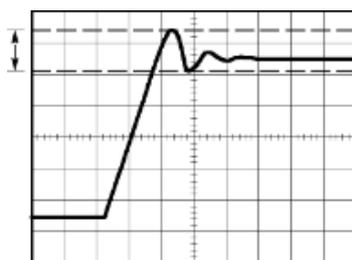

Figura 2.14: Figura que deve ser observada para medida da amplitude de oscilação.
- Meça a amplitude dos picos da oscilação posicionando o cursor 1 no topo do primeiro pico e o cursor 2 na base do segundo pico. Agora no menu "Cursors" faça a leitura da grandeza ΔV , a diferença de voltagem entre os pontos onde cada cursor cruza a forma de onda, conforme a figura 2.14.